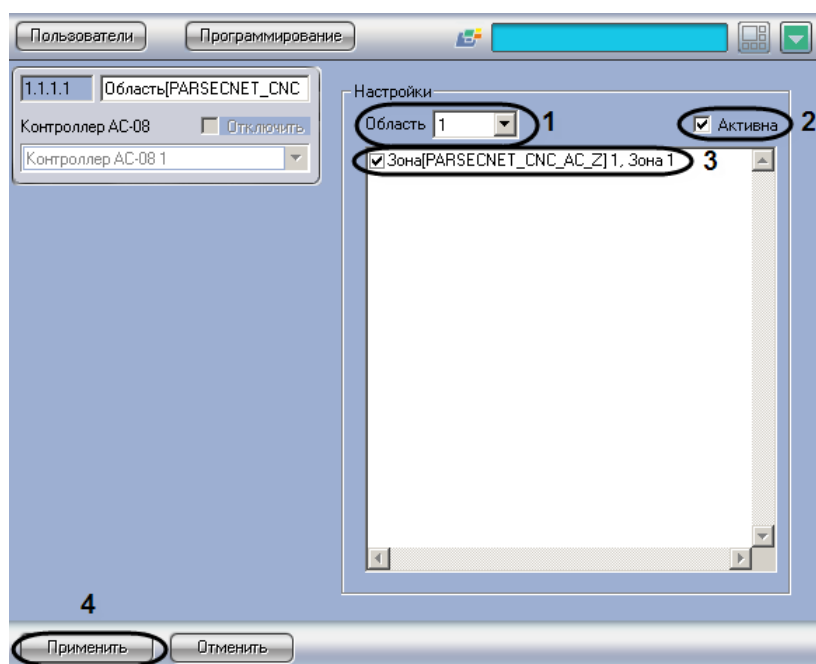

Рис. 3.5—11 Панель настроек объекта Область
2. Из раскрывающегося списка **Область** выбрать порядковый номер охранной области, в которой находится список принадлежащих ему охранных зон (см. Рис. 3.5—11, 1).
3. Для активации охранной зоны необходимо установить флажок **Активна** (см. Рис. 3.5—11,2).